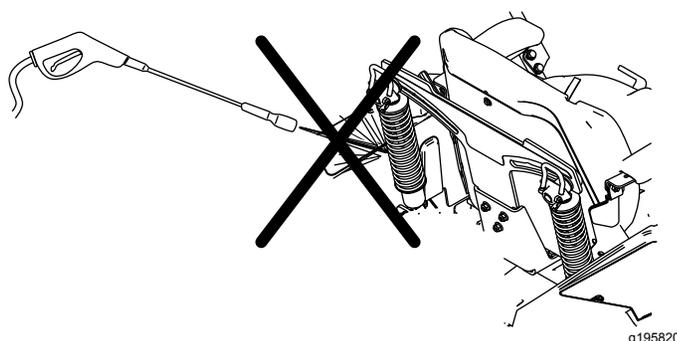

Figura 123
**Nota:** No limpie los conjuntos de amortiguador con agua a presión (Figura 123).